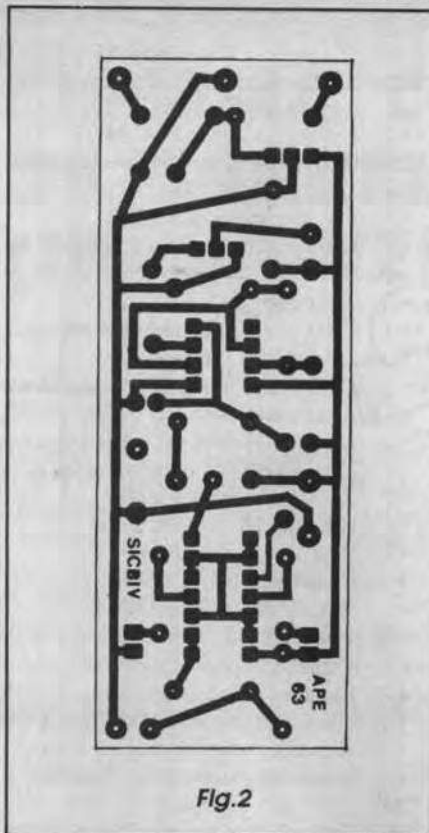

Fig. 2
- **FIG. 2 - LAY OUT DO CIRCUITO IMPRESSO ESPECÍFICO** - Sem nenhum tipo de complicação, seja no desenho, seja na sua organização, a parte cobreada do impresso é vista em escala 1:1, podendo então ser diretamente decalcada sobre um fenolite **virgem** nas convenientes dimensões, providenciando-se, em seguida, as etapas convencionais de traçagem, corrosão, limpeza, furação, nova limpeza, etc. Não esquecer de conferir tudo ao final do estágio, com bastante atenção...